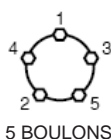

Figure 1 : Séquence de serrage des boulons ou écrous
2. Serrez les boulons ou écrous conformément à la séquence indiquée plus haut dans les Exigences en matière de couple de fixation de roue. (Reportez-vous à la fig. 1.)
- Utilisez seulement une clé à percussion avec une douille à couple fixe pour fixer légèrement la roue, suivant une séquence entrecroisée. (Reportez-vous à la fig. 1.)